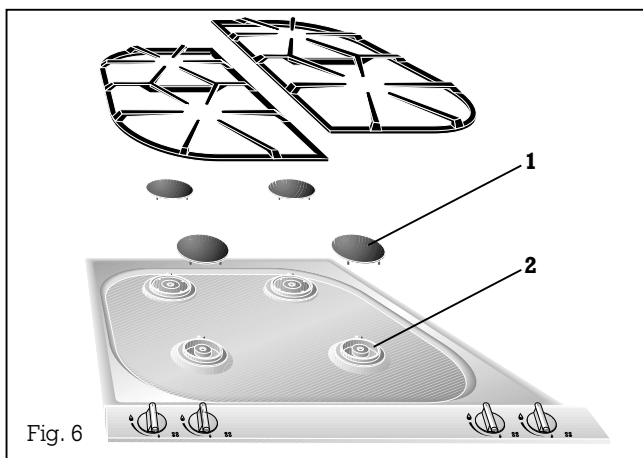

Fig. 6
Lors de l'assemblage, placer le **couvercle du brûleur (1)** sur la **tête de façon (2)** que les quatre ergots situés sur le bord inférieur de la tête s'engagent dans les trous correspondants de la tête (voir fig. 6). Remplacez la grille.